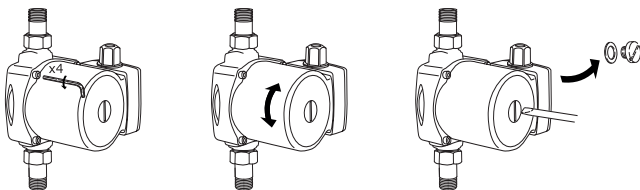

рис. 4
Если при поставке клеммная коробка циркуляционного насоса не находится в требуемом положении, можно повернуть головку электродвигателя до монтажа насоса. Для этого отвинтите винты на корпусе насоса и поверните головку электродвигателя в требуемое положение (см. рис. 4).
- Убедитесь в том, что ротор по-прежнему вращается свободно. Для этого отвинтите резьбовую заглушку отверстия для удаления воздуха (см. рис. 4) и с помощью плоской отвертки прокрутите вал электродвигателя. Вал с ротором должны вращаться свободно. По окончании плотно завинтите резьбовую заглушку отверстия для удаления воздуха отверткой до упора.